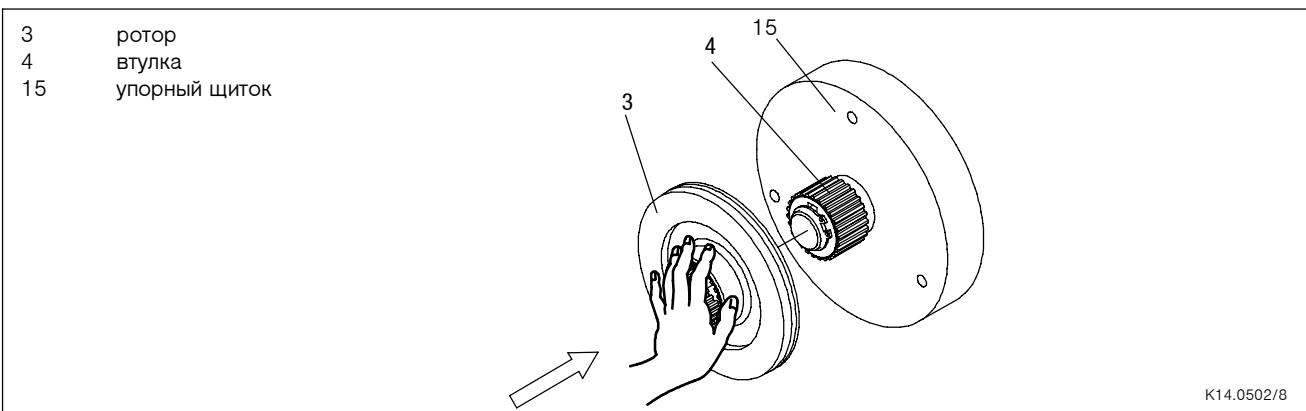

Рис. 6 Монтаж тормоза
- Насадите ротор (3) на втулку (4) и проверьте, чтобы его можно было перемещать рукой (Рис. 6).